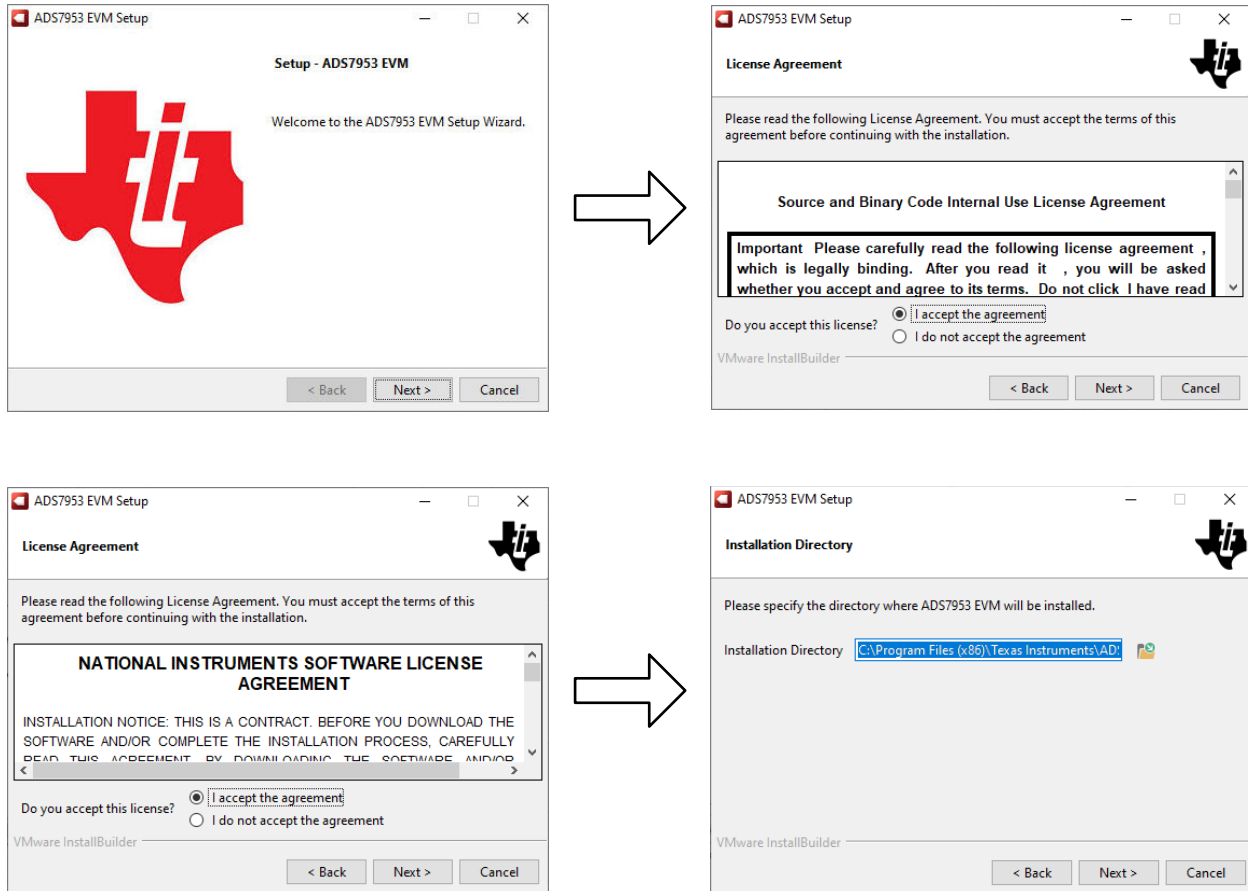

图 5-2. 软件安装提示
2. 接受许可协议 (图 5-2)，并按照屏幕说明进行操作，以完成安装。